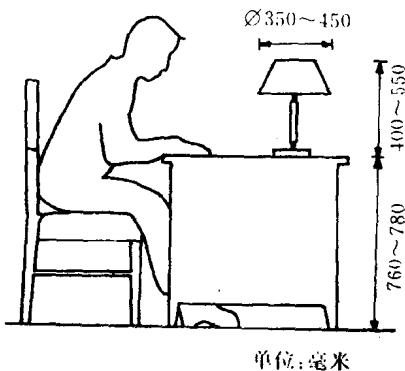

图 1-4 台灯的适宜尺度
(1) 台灯。台灯一般用于办公室、书房(工作室)、卧室、起居室等，其适宜尺度如图 1-4 所示。办公室、书房(工作室)的台灯，一般只要讲究实用，而卧室、起居室的台灯，除了考虑实用之外，还要注意装饰效果，造型尽可能美观，用料也要讲究。